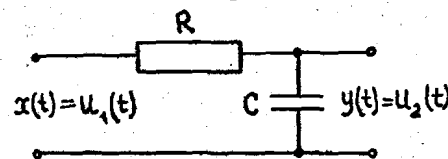

Рис.15
10. Запишите передаточную функцию для схемы рис.14. В чем ее отличие от передаточной функции схемы рис.13? Сравните полученную передаточную функцию с передаточной функцией электрической цепи, изображенной на рис.15.